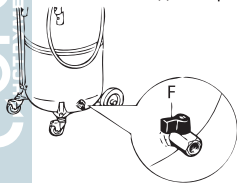

Рисунок 7.1
1. Закройте вентиль F (рис. 7.1).